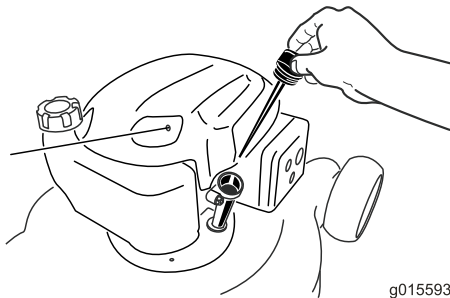

Bild 13
2. Entfernen Sie den Peilstab (Bild 13) und füllen Sie Öl in den Einfüllstutzen bis ca. 3/4 des Füllvolumens des Kurbelgehäuses ein.